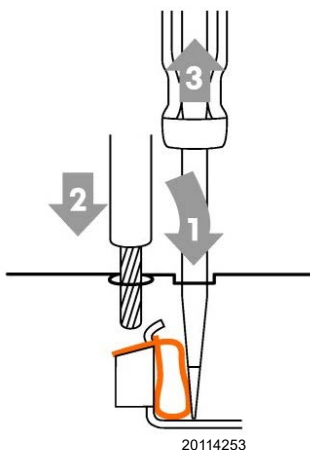

Abb. 28
- Führen Sie das vorher von der Isolierung befreite Kabel ein und ziehen Sie den Schraubenzieher heraus. Vergewissern Sie sich, dass das Kabel richtig befestigt ist Abb. 28.